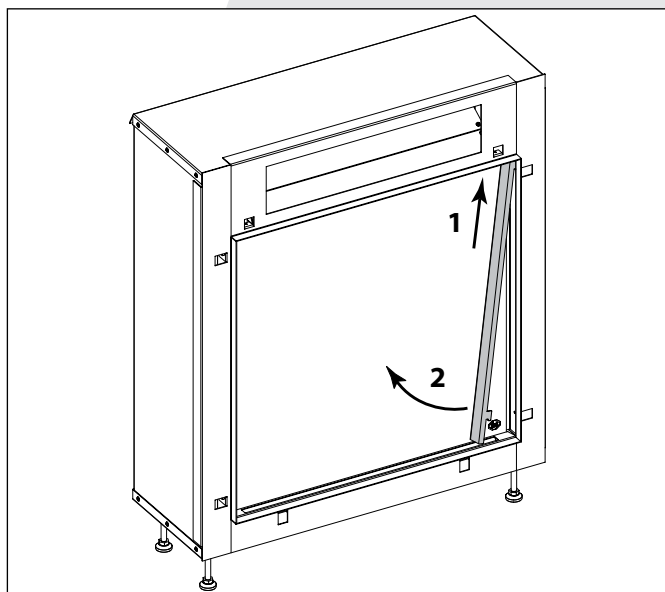

Figure 6
1. Retirez la moulure sur le côté droit de l'appareil (**figure 6**). Ôtez de la même façon la moulure sur le côté gauche. **Attention ! La vitre n'est plus maintenue en place lorsque vous avez enlevé les moulures. Maintenez-la d'une main pendant que vous exécutez l'étape 2.**